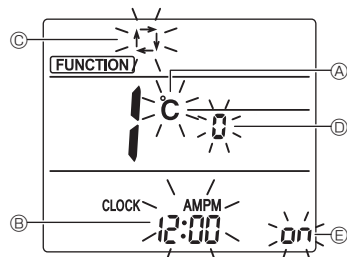

Fig. 4-11
Verrà visualizzata la schermata Impostazione della visualizzazione schermata. (Fig. 4-11)
4.12.2. Modifica dell'unità di temperatura (Fig. 4-11 (A))
- Premere il pulsante **TEMP** ⑤.
4.12.3. Modifica della visualizzazione dell'ora (Fig. 4-11 (B))
- Premere il pulsante **TIME** ⑥.
4.12.4. Modifica del modo AUTO (Fig. 4-11 (C))
- Premere il pulsante **MODE** ⑦.
4.12.5. Modifica del n. di coppia (Fig. 4-11 (D))
- Premere il pulsante **UP** ④.